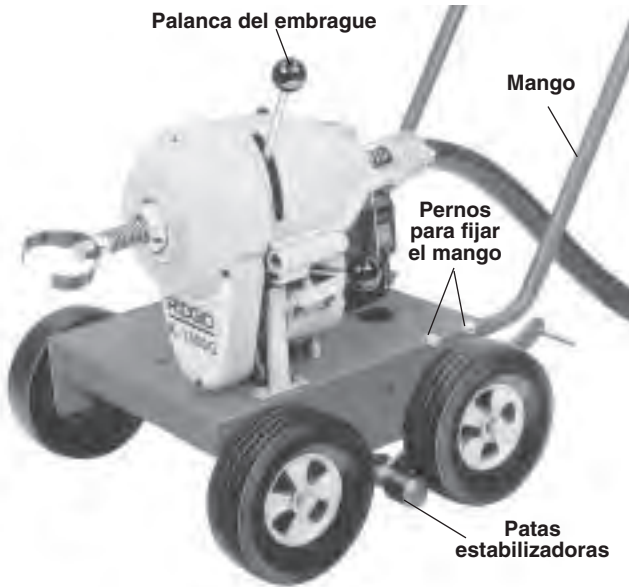

Figura 1 – Limpiadora de desagües K-1500G
1. Introduzca el conjunto del mango en la abertura para el mango en la base y atorníllelo con los cuatro pernos de 3/8 pulg. provistos (Figura 1).
3. Despliegue las patas estabilizadoras para evitar que la máquina se mueva (Figura 1).